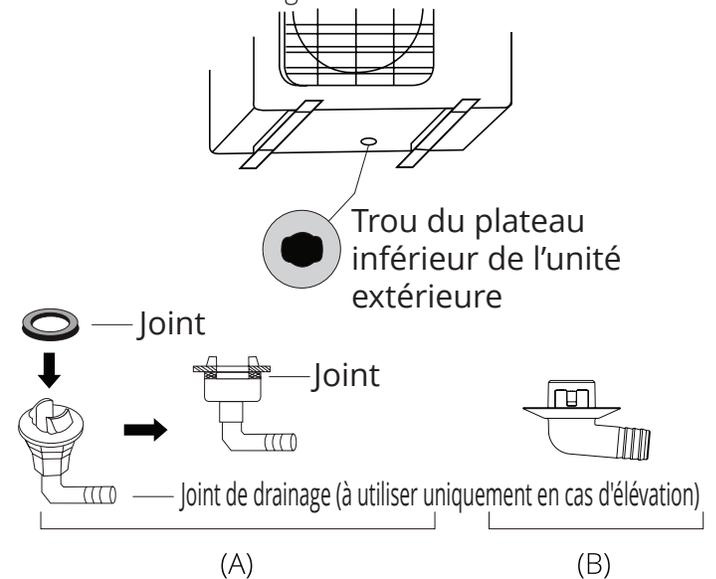

Figure 4.4
**Si le joint de drainage est livré avec un joint en caoutchouc (voir la Figure 4.4 - A), procédez comme suit :**
**Si le joint de drainage n'est pas fourni avec un joint en caoutchouc (voir la figure 4.4 - B), procédez comme suit :**